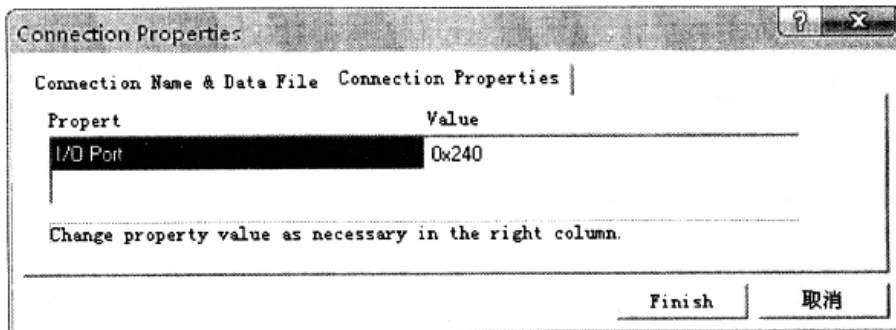

图 1-33 Setup Code Composer Studio v3.3 的配置步骤 6
⑥ I/O Port 已经默认为 0x240, 所以不需要进行修改, 单击 Finish 即可, 如图 1-33 所示。